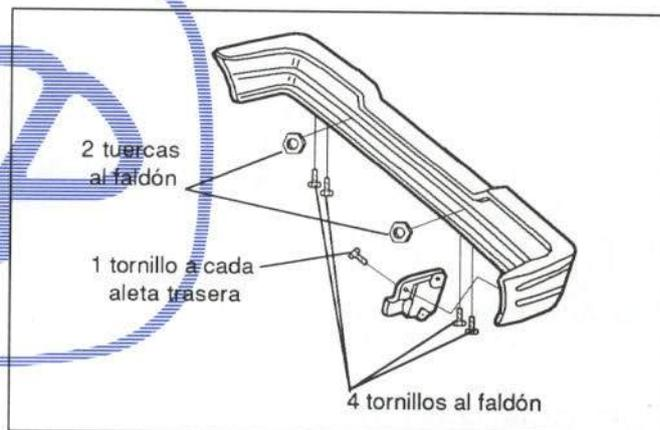

Figura 60.- Fijación del paragolpes trasero
En la figura 60 se muestra su fijación.
- Paragolpes (figura 60)